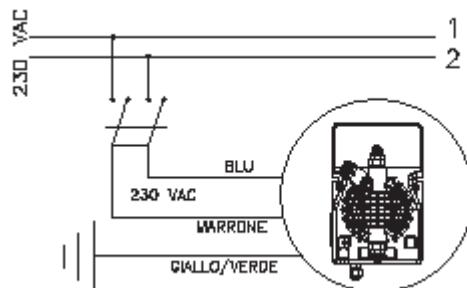

Fig. 4
b.- Respecte las leyes en vigor de cada país por lo que concierne a la instalación eléctrica (Fig. 4).
- a. Asegúrese de que esté desactivada eléctricamente (ambas polaridades) desconectando los conductores de los puntos de contacto de la red con el interruptor omnipolar de distancia mínima entre contactos de 3 mm. (Fig. 4).